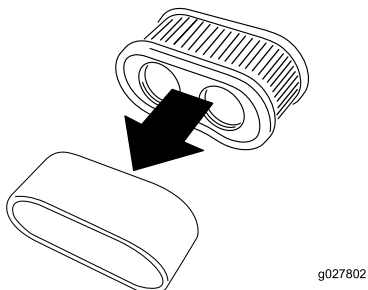

Figura 39
5. Separați elementele din spumă și cele din hârtie (Figura 39).